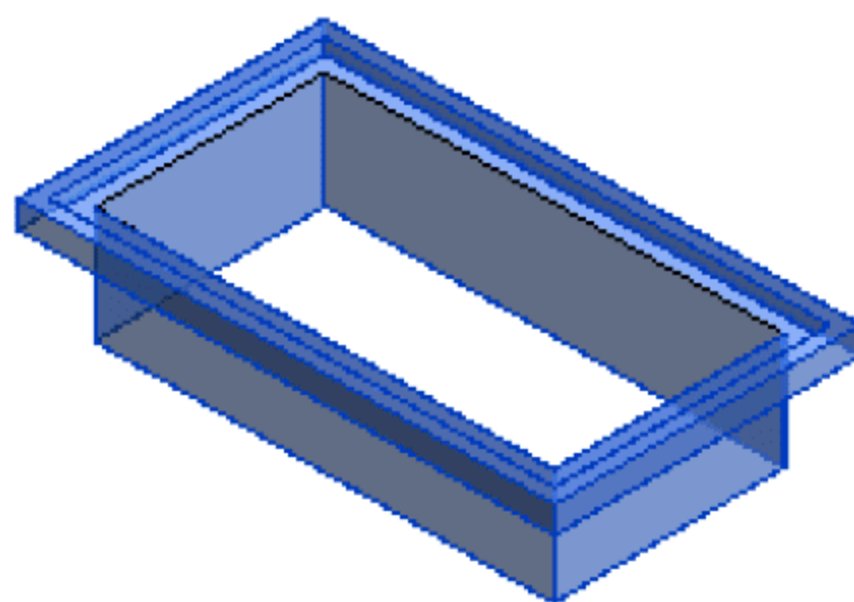

图 8.2.38 成图模型
(6) 编辑可见性并添加材质。首先，选中轮廓图元，在“属性”面板中编辑“可见性/图形替换”选项，取消“平面/天花板平面视图”复选框的选择，单击“确定”按钮。其次，添加轮廓的材质，选择“不锈钢”类型，单击“确定”按钮，如图 8.2.38 所示。